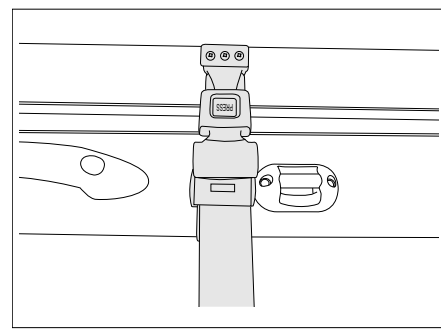

Fig. 160 Ceinture de sécurité du lit escamotable manuel
- Fixer le lit escamotable au toit avec la ceinture de sécurité (Fig. 160).